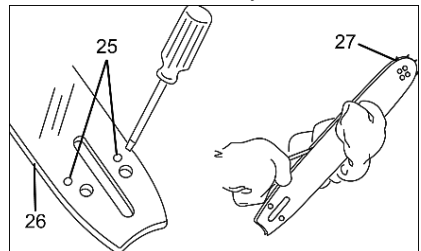

Рисунок 5
- Перевірте, щоб канал для оливи (25, рисунок 5) та спрямовувальний паз на напрямній шині (26, рисунок 5) не були засмічені. При необхідності прочистьте їх.
- Перевірте, чи вільно обертається зірочка (27, рисунок 5) на вістрі напрямної шини. Якщо після виконання всіх зазначених вище заходів робота системи змащення не відновилася, слід звернутися до фірмового сервісного центру ТМ WORCRAFT.